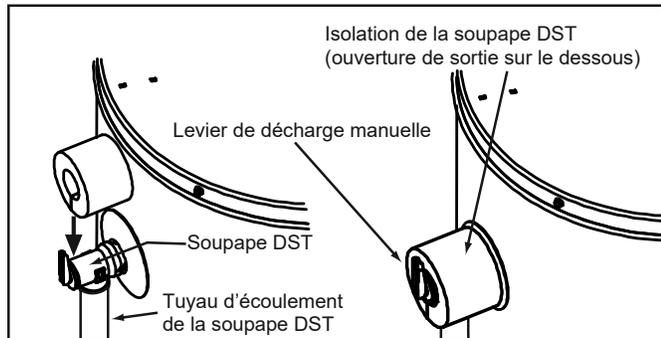

Figure 14.
Trouver la soupape de décharge à sécurité thermique (ou soupape DST) sur le chauffe-eau. Voir Figure 14.
2. Écarter les côtés du manchon isolant et l'engager sur la soupape DST. Voir Figure 14. Appliquer une légère pression sur l'isolant pour le mettre complètement en place sur la soupape DST. Une fois en place, l'attacher avec du ruban pour conduits, du ruban électrique ou autre produit équivalent. **Important :** L'isolant et le ruban ne doivent pas masquer l'ouverture de décharge ni bloquer l'accès au levier de décharge manuelle (Figure 14). Veiller à raccorder un tuyau d'écoulement à l'ouverture de décharge de la soupape DST conformément aux instructions de ce manuel.